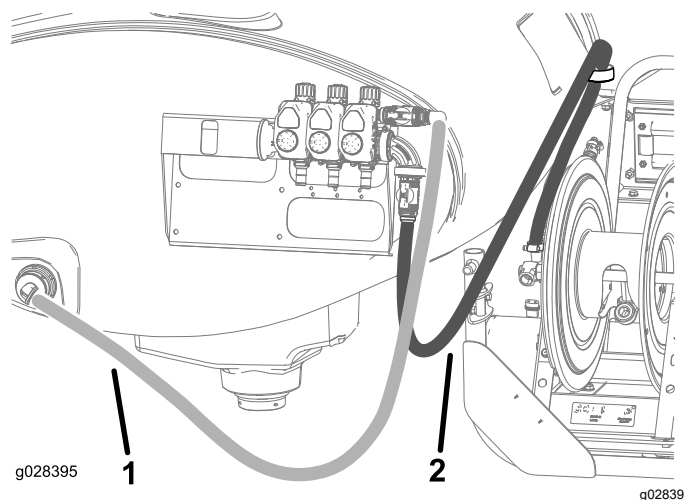

图 24
17. 如图 24 中所示铺设软管卷供水软管并用软管夹将其连接到软管卷。